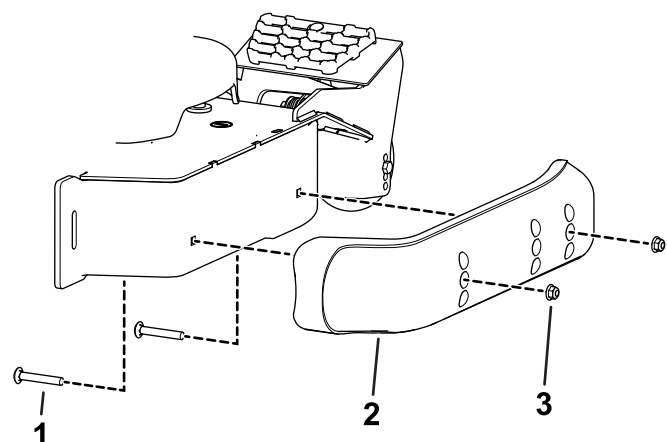

Figura 14
3. Spostate il pattino alla posizione desiderata e fissatelo all'apparato di taglio con i bulloni a testa flangiata e i dadi (Figura 14).